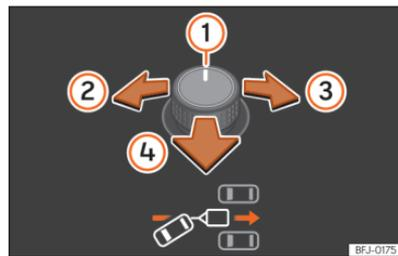
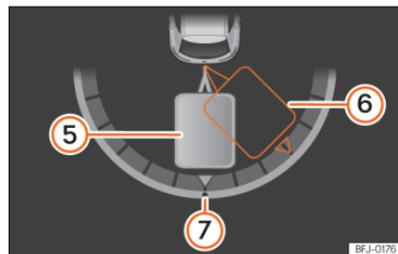

Fig. 152 Comando giratório dos retrovisores exteriores: ajustar o ângulo do reboque.
Fig. 153 Ecrã do painel de instrumentos: na marcha-atrás.
Legenda da >>> **Fig. 152** , >>> **Fig. 153**:
- Rode o comando giratório até atingir a direção desejada »» Fig. 152. No ecrã do painel de instrumentos aparece, a modo de orientação, uma representação do conjunto veículo trator e reboque na posição atual »» Fig. 153.